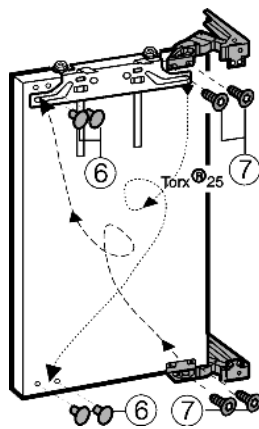

Fig. 5
- ▶ Відкрутіть Fig. 5 (7) шарніри від дверцят, переставте по діагоналі та прикрутіть (з моментом 4 Нм).
- ▶ Закрийте отвори, які звільнилися, пробками Fig. 5 (6).